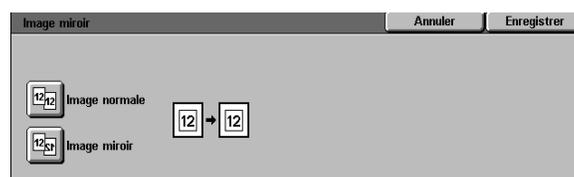

Figure 22 : Écran Image miroir
- 2 Sélectionnez **Image miroir** pour afficher l'écran illustré à la figure 22.